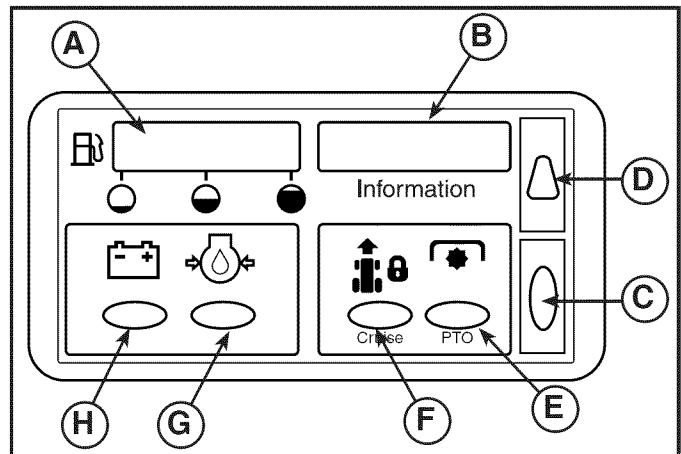

FIGURA 2
Consulte la Figura 2.
Configurar el reloj: Arranque el motor y déjelo en funcionamiento. Presione el botón de selección (C, Figura 2) por tres (3) segundos y suéltelo. Mantenga PRESIONADO el botón de configuración (D) para avanzar el tiempo. Presione el botón de selección para seleccionar los minutos. Mantenga PRESIONADO el botón de configuración (D) para avanzar el tiempo. Suéltelo por 5 segundos y el reloj se activará. Apague el motor.